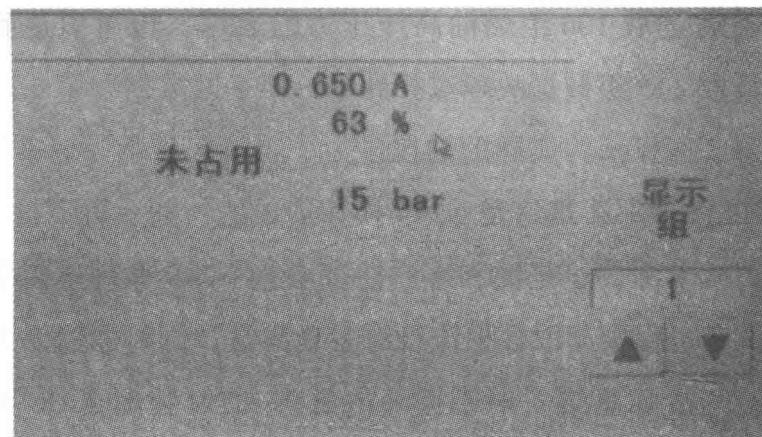

图 1-6 数据流情况
**故障诊断：** 根据用户的描述，初步判断是由于空调系统蒸发器结冰造成的故障现象。进厂检查，首先检查空调系统的压力，开空调时检查高低压端的压力正常，高压 1600kPa，低压 280kPa，说明系统的压力正常。用故障诊断仪 VAS5054 检查空调控制单元，未检测到故障码，用数据块检查空调控制单元各个出风口传感器的值也正常（如图 1-6 所示）。